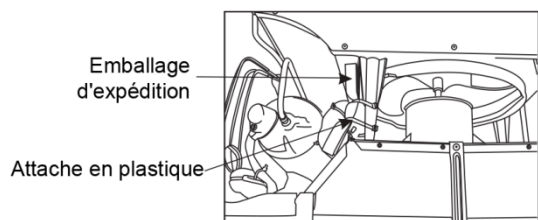

Fig.7
10. Votre unité peut être livrée avec un emballage interne. Cet emballage doit être retiré avant d'installer le climatiseur dans le caisson (voir Fig.7).